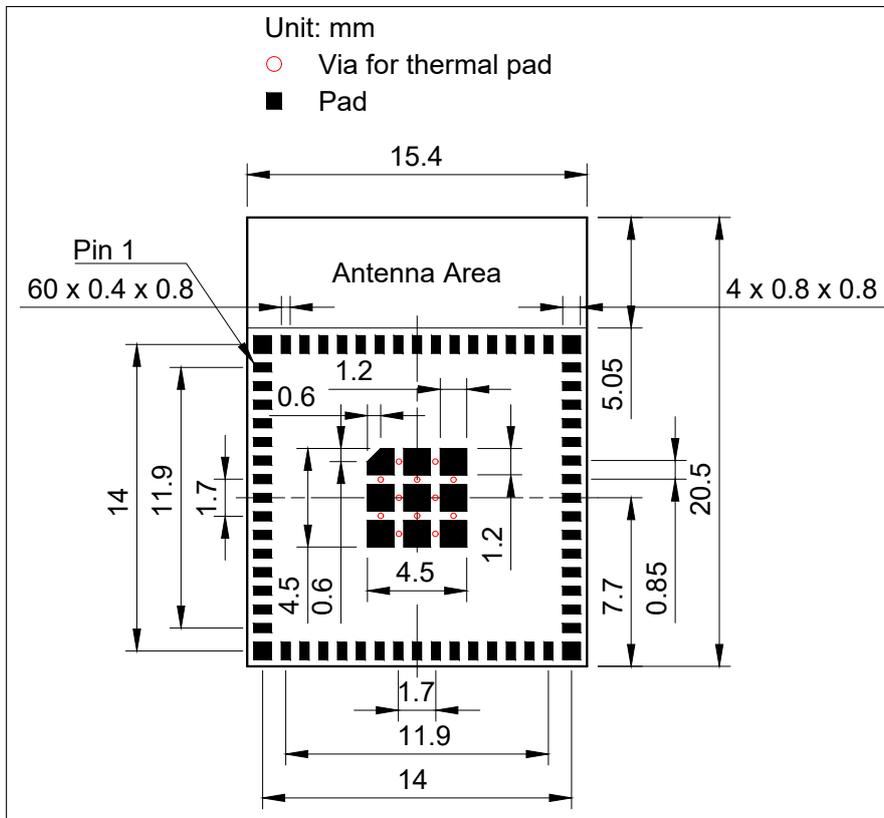

图 11: ESP32-S3-MINI-1 推荐 PCB 封装图
- 推荐 PCB 封装图，标有 PCB 设计所需的全部尺寸。详见图 11 ESP32-S3-MINI-1 推荐 PCB 封装图 和图 12 ESP32-S3-MINI-1U 推荐 PCB 封装图。
- 推荐 PCB 封装图的源文件，用于测量图 11 和 12 中未标注的尺寸。您可用 Autodesk Viewer 查看 ESP32-S3-MINI-1 和 ESP32-S3-MINI-1U 的封装图源文件。